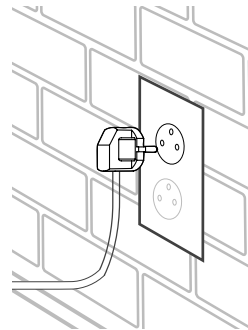

Figura 2.3
8. Enchúfela a una toma de corriente de la cocina. [Figura 2.3]